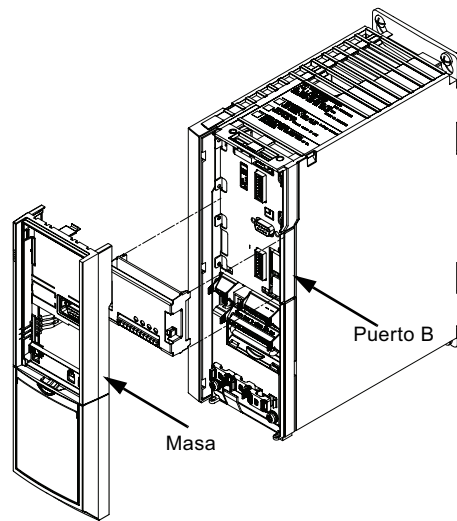

Fig. 3 Carcasas A2, A3 y B3
2. Quitar el panel de control, la tapa de terminales y el bastidor del CUE. Ver fig. 3.